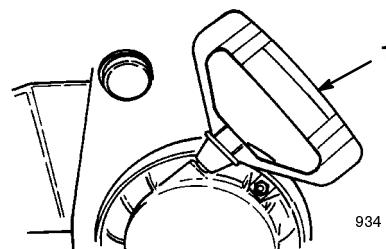

Figure 18
- **Lanceur** (Fig. 18)—Tirez la poignée pour faire démarrer le moteur.
- Prenez la poignée du lanceur (Fig. 18) et tirez-la lentement jusqu'à ce que vous sentiez une résistance, puis tirez vigoureusement pour lancer le moteur.